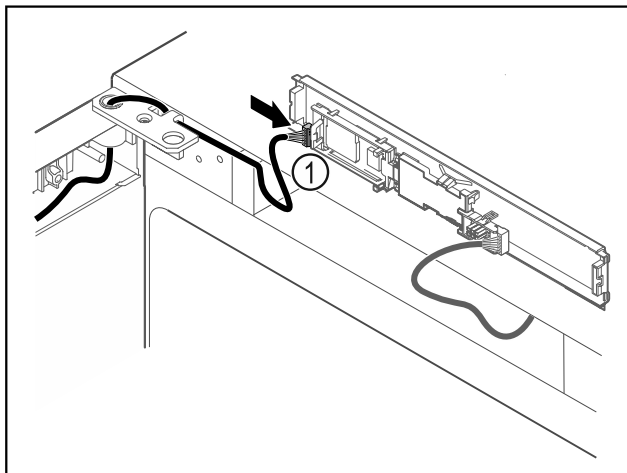

Fig. 59
- ▶ Vtič Fig. 59 (1) priključite na tiskano vezje.